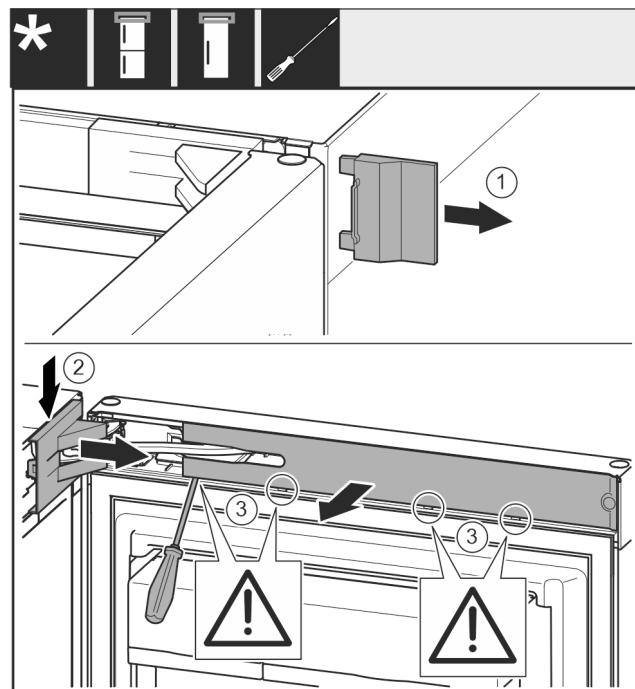

Fig. 8
- Свалете външния капак. Fig. 8 (1)
- Освободете и развойте капака на лагерната стойка. Свалете капака на лагерната стойка. Fig. 8 (2)
- Освободете капачката с плоска отвертка и я завъртете настрани. Fig. 8 (3)